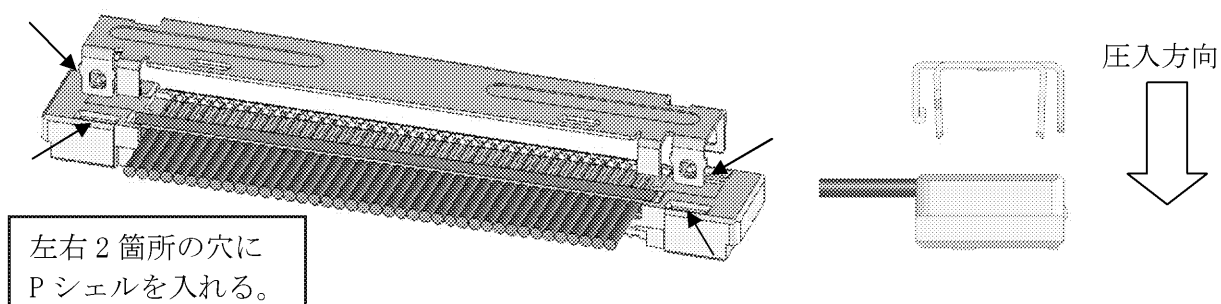

図 5-7. P シェル組込み
5.5.1 P シェルを絶縁座に組込み（手作業 治具不要） 垂直方向に圧入（図 5-7 参照）